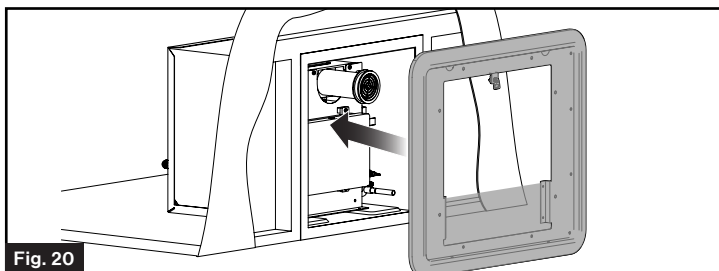

Fig. 20
- Placez le cadre de la porte dans le boîtier du chauffe-eau et appuyez fermement contre la paroi latérale. (Fig. 20)